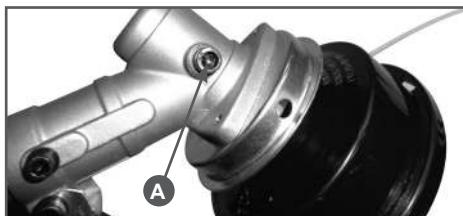

Рис. 14 Обслуживание редуктора
Через 20 часов работы, но не реже одного раза в сезон, необходимо проверять и добавлять смазку в редуктор (Рис. 14). Для смазки редуктора и вала штанги рекомендуется использовать универсальную смазку для редуктора CHAMPION EP-0, либо аналогичную смазку других производителей. Необходимо открутить болт (A) и с помощью шприц - масленки добавить смазку (примерно 5-10 см³). Приводной вал редуктора, который находится в штанге, рекомендуется смазывать через 100 часов работы.